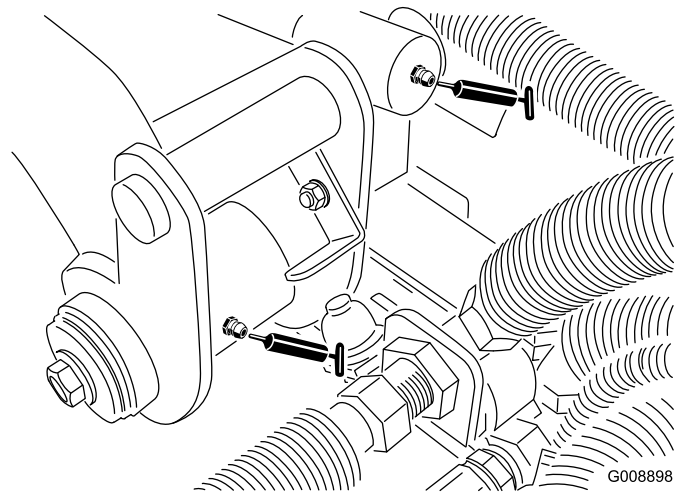

Figura 49
- Articulação do braço de elevação traseiro e cilindro de elevação (2) (Figura 49)